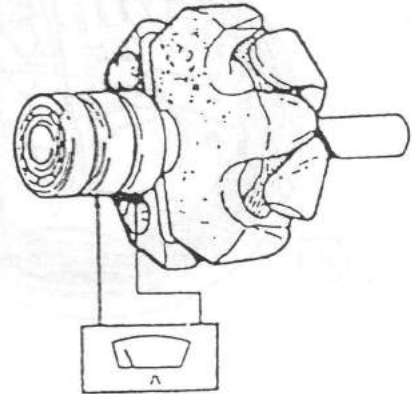

Fig. 10.46
- 1.- Conecte un ohmetro entre los dos anillos rozantes y compruebe la continuidad del rotor (Fig. 10.46)